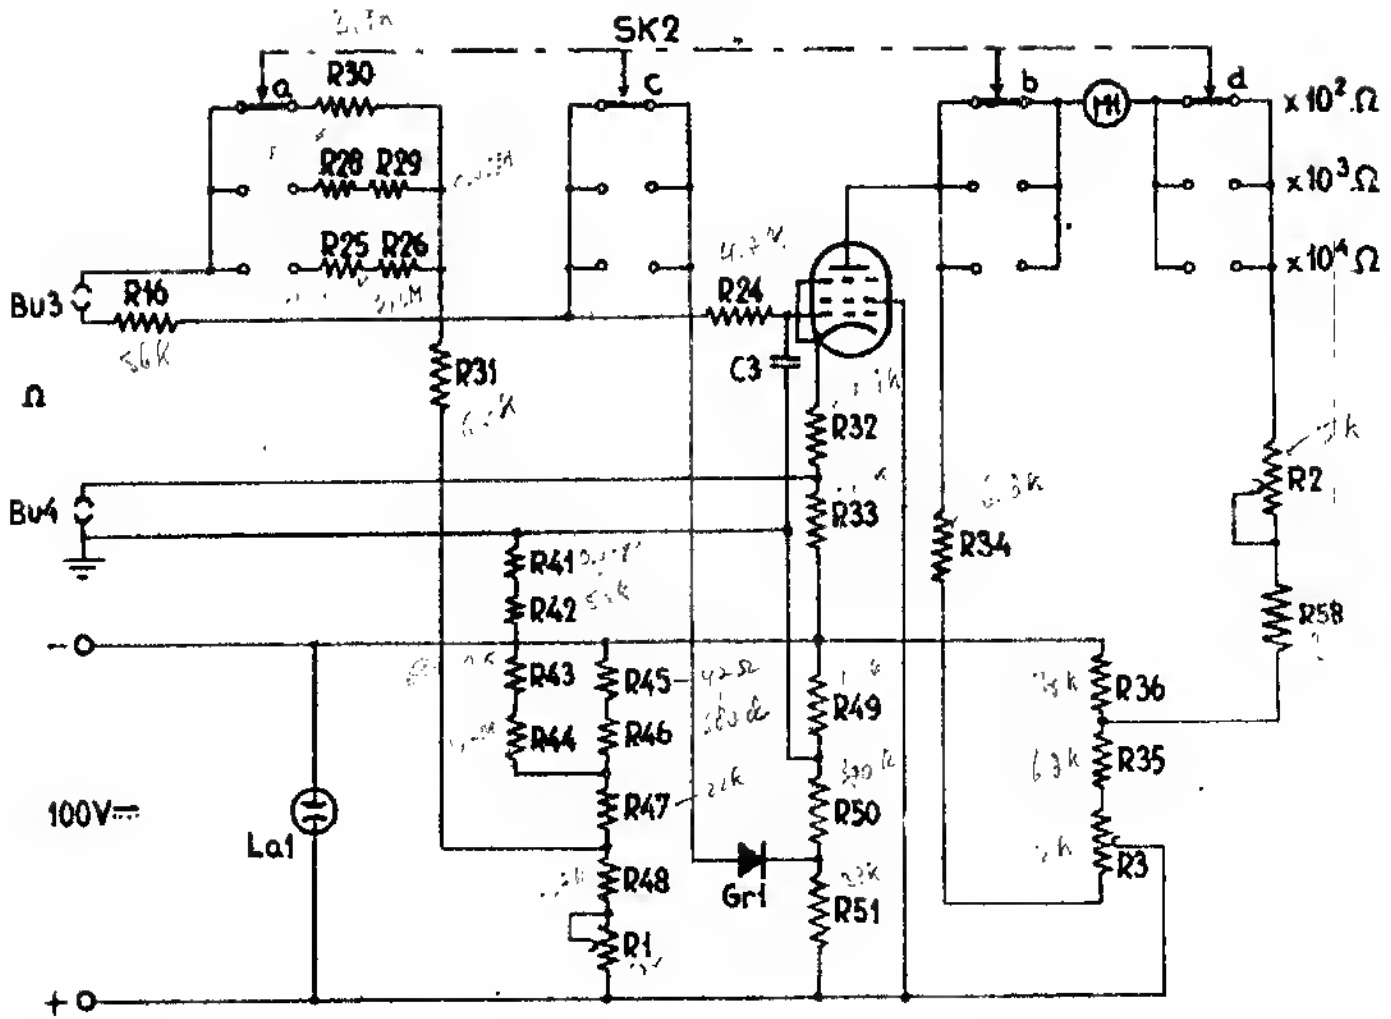

Fig. 6
d. Weerstandsgebieden $\times 10^2 \Omega$; $\times 10^3 \Omega$ en $\times 10^4 \Omega$ (zie fig.6)